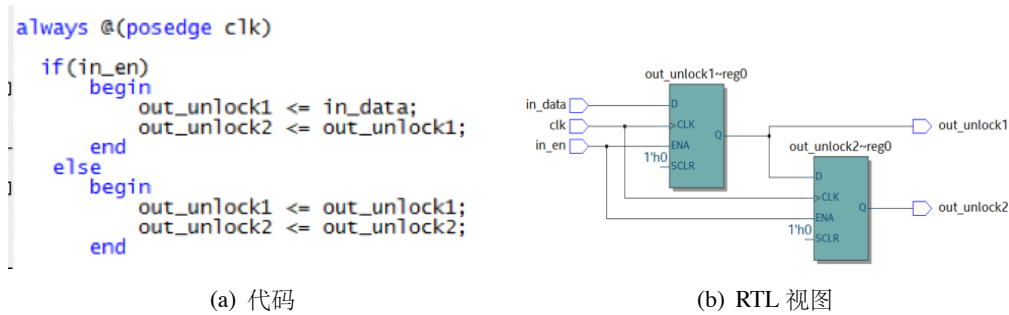

图 4-9: 非阻塞赋值语句设计的触发器
**例 2** 用非阻塞赋值语句来设计两个触发器，其 Verilog HDL 语言代码如图 4-9(a)所示。分析与综合后查看其寄存器传输级视图，如图 4-9(b)所示，从图中可以看出，程序综合出了两个级联的触发器。输出为 out\_unlock1 的触发器的输入端是 in\_data，而输出为 out\_unlock2 的触发器输入信号是 out\_unlock1。